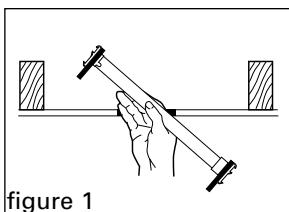

figure 1
1. Dégagez l'isolant qui se trouve autour de l'emplacement d'installation, des fils et du support existant. Retirez le fil raccordé au côté de la solive où l'armature de sécurité Saf-T-Brace® sera fixée. Insérez l'armature Saf-T-Brace® à travers le gyproc et sur le plafond en centrant le tube carré au milieu du trou qui se trouve dans le gyproc (figure 1).